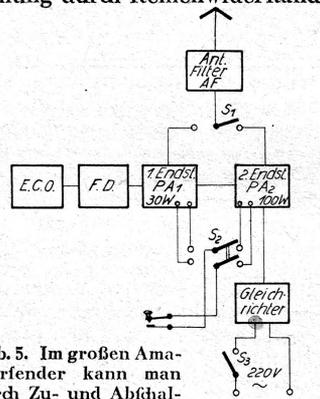

Abb. 5. Im großen Amateurfender kann man durch Zu- und Abschaltung einer zweiten Endstufe PA_2 eine Leistungsregelung bewirken.
In größeren Sendern kann ferner eine Leistungsregelung durch Zu- oder Abschaltung einer zweiten Endstufe PA_2 vorgenommen werden (Abb. 5). Will man während der DX-Sendung ohne Zeitverlust die Leistung ändern, so wird ein Kombinationschalter (evtl. in Verbindung mit Relais) notwendig, der die Schalter S_1, S_2 und S_3 vereinigt. Beim Übergang auf große Leistung wird der Gleichrichter (G) durch S_3 eingefaltet, ferner sind Sendeantenne mit Antennenfilter AF durch S_1 und die Morsetaste durch S_2 vom ersten Endverstärker PA_1 auf den zweiten Endverstärker PA_2 umzufalten. Werner W. Diefenbach, D 4 MXF.